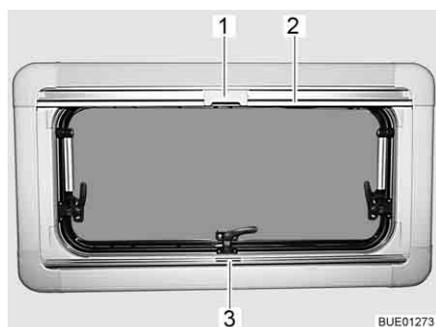

Fig. 84 Janela de projetar
Fechar: ■ Pegue no estore opaco plissado pelo meio da régua de manipulação (Fig. 84,3), puxe-o de baixo para cima e largue à altura pretendida. O estore opaco plissado fica parado a essa altura.
Fechar: ■ Puxe a mosquiteira para baixo, agarrando pela régua de manipulação (Fig. 84,2), até esta encostar na régua de manipulação do estore opaco plissado (Fig. 84,3).
■ Trave o entalhe (Fig. 84,1) na mosquiteira com a régua de manipulação do estore opaco plissado.
Abrir: ■ Empurre para trás o entalhe (Fig. 84,1) na parte de cima da mosquiteira.
■ Guie a mosquiteira lentamente para trás na régua de manipulação (Fig. 84,2).